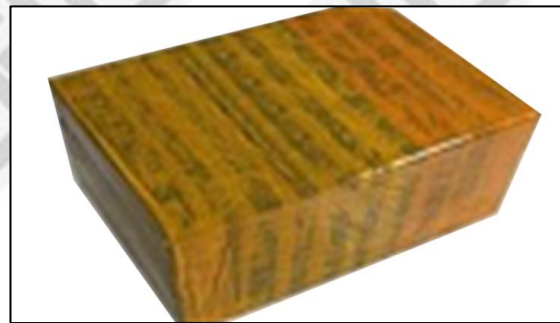

Figura 3
**Embalaje de express internacional :** envuelto en película protectora negra y luego envuelto con cinta amarilla impermeable como en la Figura 3